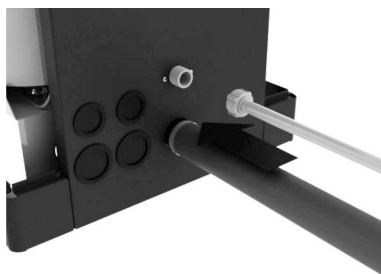

рис. 24
7. Присоедините линию подачи воды к соединению 3/4" электроклапана, расположенного снизу увлажнителя (рис. 24, 25).